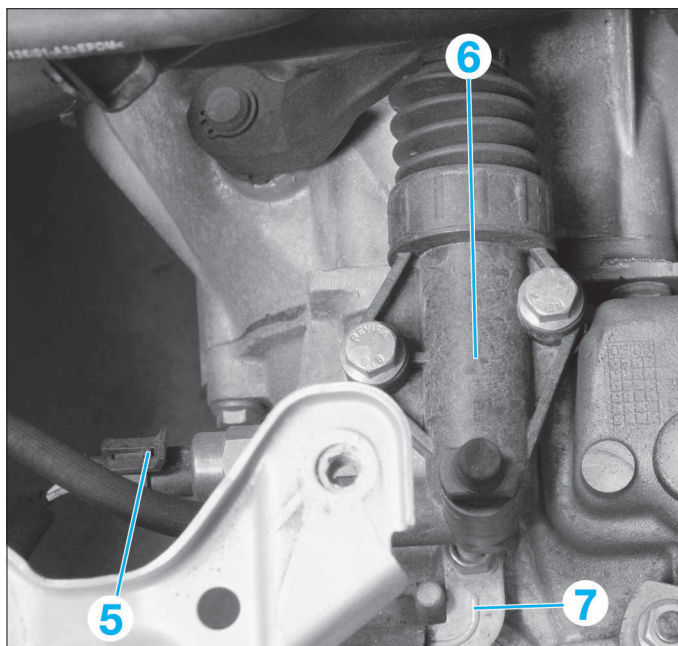

FIG. 3
- Débrancher le connecteur (5) du contacteur de feux de recul (Fig.3).
- Dévisser les vis du cylindre récepteur d'embrayage (6) et le mettre de côté.
- Débrancher la masse du carter de boîte de vitesses (7).